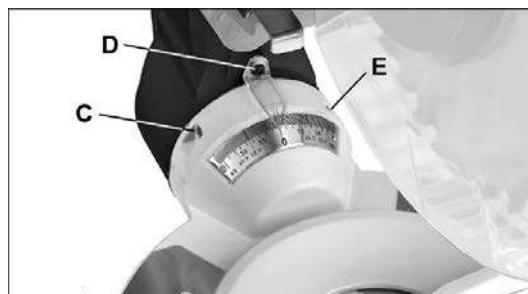

Рис. 6-7
6. Если угол между пильным диском и столом не равен 90° (т.е. угольник не прилегает плотно к обеим поверхностям), закручивайте/откручивайте правый установочный винт (E, Рис. 6-7) до тех пор, пока пильный диск не будет выставлен под углом 90° к столу.
7. При необходимости ослабьте винт (D, Рис. 6-7) и совместите указатель шкалы наклона с нулевой отметкой. Снова затяните винт.
Примечание: операторы часто используют левый установочный винт (С, Рис. 6-7) для установки другого угла наклона пильной головы, меньше 45°.